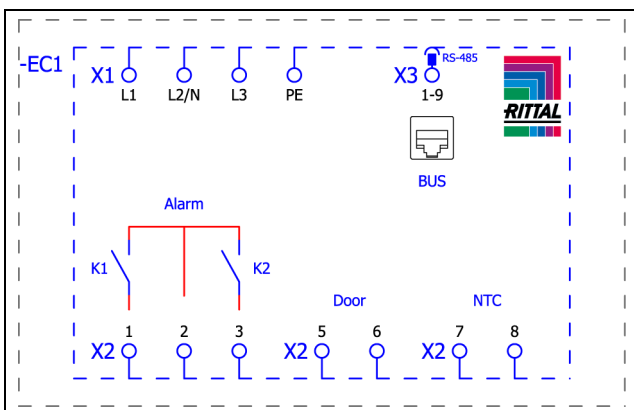
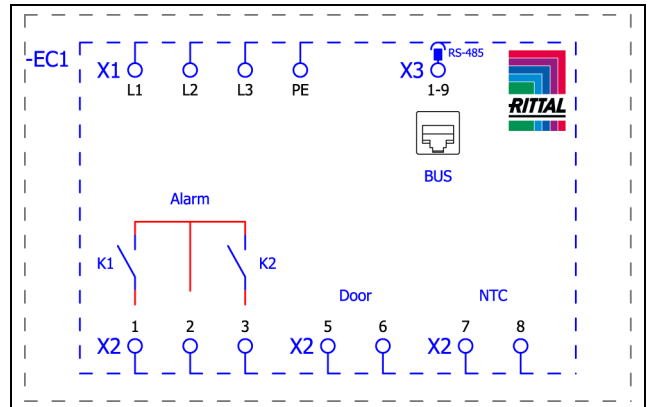

Fig. 17: Esquema de conexões SK 3484837, SK 3485x3x, SK 3486x3x e SK 3487x3x
Fig. 18: Esquema de conexões SK 3488x4x e SK 3489x4x
- Retire o conector de alimentação de tensão do pacote de acessórios e faça a ligação com a rede elétrica seguindo o esquema de conexões (fig. 17 ou fig. 18).